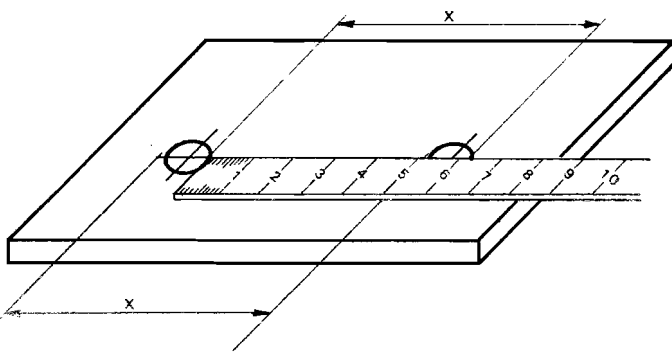

Fig. 1-5
2.2. Medición entre centros de agujeros de igual diámetro.—En agujeros de igual diámetro basta medir la distancia comprendida entre el principio de un agujero y el final del otro (cota X fig. 1.5).